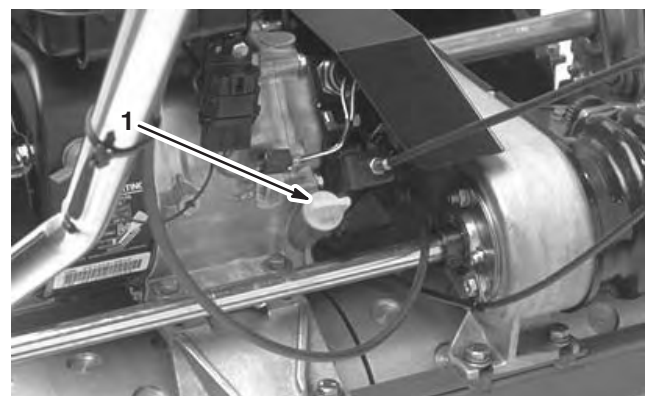

Bild 6
1. Stellen Sie den Rasenmäher so hin, dass der Motor eben ist (Bild 6).